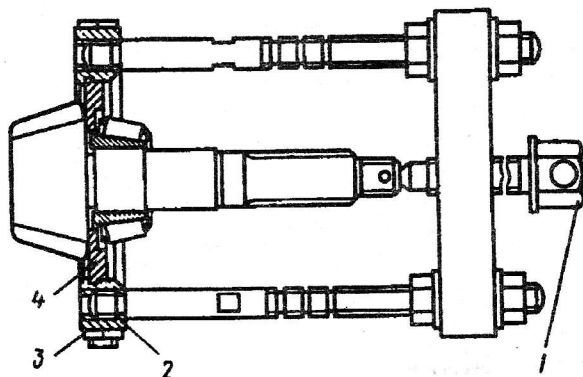
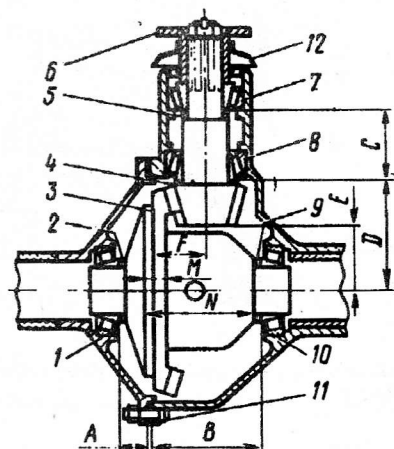
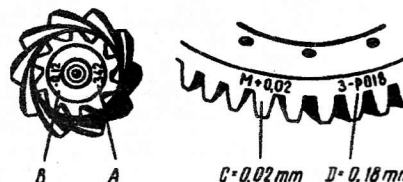

Рис. 135. Снятие подшипника с ведущей шестерни главной передачи:
Рис. 141. Схема регулировки главной передачи:
Рис. 142. Маркировка шестерен главной передачи:
5. Отвернуть гайку крепления фланца ведущей шестерни, снять фланец, вынуть ведущую шестерню внутрь картера. Большой подшипник ведущей шестерни снимают съемником 7823-6087, собранным вместе с вкладышем 7823-6100, как показано на рис. 135. Для того, чтобы заплечики вкладыша 4 плотно входили между ободной подшипника и шестерней, следует опоры 2 сжать
Предварительный натяг подшипников дифференциала регулируют изменением общей толщины пакетов прокладок 2 и 9 (рис. 141); оба пакета имеют одинаковую толщину. Увеличение общей толщины обоих пакетов увеличивает преднатяг подшипников 1 и 10. Преднатяг должен быть равен 0,18—0,26 мм. После регулировки подшипников ведомая шестерня должна легко вращаться от руки без осевого люфта или боковой качки. Люфт можно проверить через отверстия пробок картера или горловину ведущей шестерни (лучше индикатором).
1. Набрать предварительно по пакету прокладок 2 и 9 (каждый толщиной 1,3 мм). Прочсть на ободе ведомой шестерни (рис. 142) отклонение от монтажного расстояния F (см. рис. 141). Если отклонение имеет знак минус, то следует переложить из пакета 9 в пакет 2 прокладки, толщина которых равна величине отклонения, а если знак плюс, то переложить их из пакета 2 в пакет 9.
Если требуется заменить коробку дифференциала, сохранив подшипники, то перед съемом колец подшипников следует запомнить расположение колес и пакетов прокладок, чтобы поставить их на прежние места и на новой коробке. Сравнить размеры М и N (см. рис. 141) на обеих коробках и учесть их разницу при наборе пакетов регулировочных прокладок.
**Шестерни главной передачи** заменяются только комплектом, подобранным на заводе по шуму и контакту. Одинаковый порядковый номер пары маркируют на торце ведущей шестерни (см. рис. 142) и на внутреннем торце ведомой шестерни.
Со старой ведущей шестерни следует спрессовать внутреннее кольцо большого подшипника, применяя специальный съемник (см. рис. 135). Если подшипники ведущей шестерни пригодны для эксплуатации, то собирают новую шестерню со старыми подшипниками и регулировочными кольцами, а затем проверяют преднатяг подшипников 7 и 8 (см. рис. 141).
Если пятно не соответствует указанному, то следует изменить положение ведущей или ведомой шестерен подбором кольца 4 (см. рис. 141) или перекладыванием прокладок 2 и 9. После этого снова проверить преднатяг подшипников ведущей шестерни, боковой зазор и пятно контакта. Если заменяется только картер моста (с правым кожухом в сборе), можно не регулировать преднатяг под-